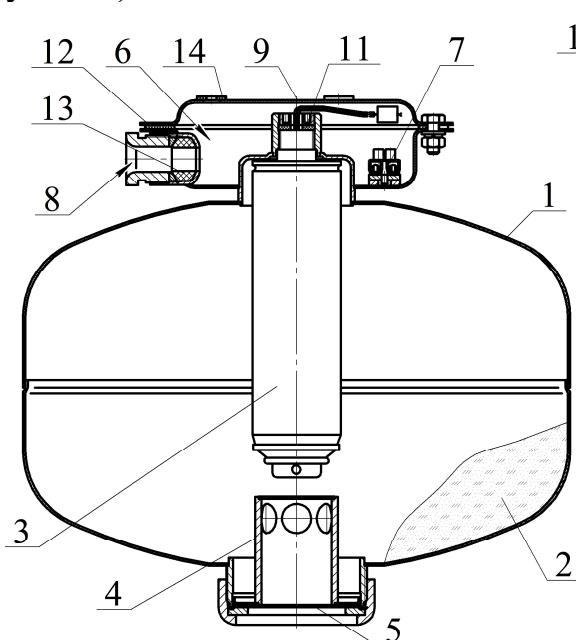
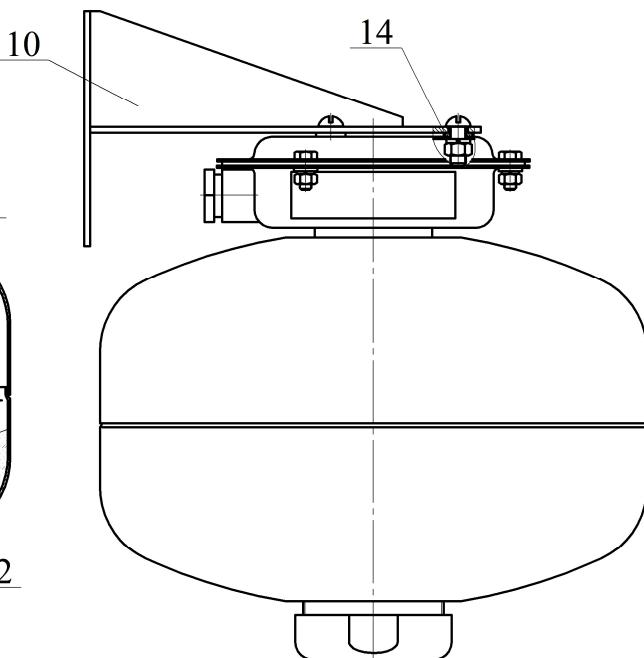

Рисунок 1
Рисунок 2
В верхней части МПП снабжён кронштейном 9 для крепления к потолочному перекрытию (рисунок 1) или кронштейном 10 для крепления к стене (рисунок 2).
2.1.3 Закрепить кронштейн 9 (см. рисунок 1) на потолке или кронштейн 10 (см. рисунок 2) на стене. Крепление кронштейна 9 к потолку производить через резиновые прокладки 14. Координаты отверстий в кронштейне, предназначенном для крепления МПП на потолке, приведены на рисунке 4а), на стене – на рисунке 4б).
2.1.4 Через резиновую прокладку 12 (см. рисунок 1) состыковать МПП с кронштейном и закрепить соединение гайками. Соединение МПП с настен-
ным кронштейном 10 производить через резиновые прокладки 14 (см. рисунок 2).